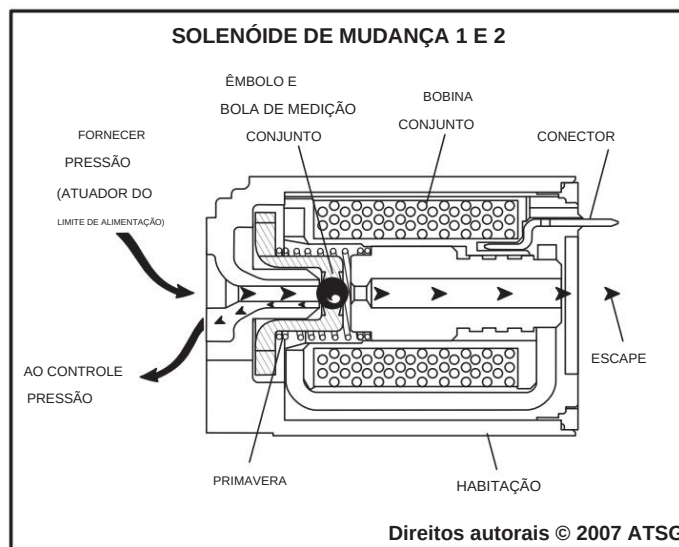

Figura 10
Quando o TCM fornece um caminho para o aterramento para o circuito elétrico energizar (LIGAR) o solenóide, a corrente flui através do conjunto da bobina no solenóide e cria um campo magnético. O campo magnético move o conjunto do êmbolo e da esfera dosadora para a direita, conforme mostrado na Figura 10, contra a sede do escapamento, bloqueando assim a passagem do escapamento e criando pressão de controle do solenóide.
Os solenóides de mudança são desenergizados (Desligados) quando o TCM abre o caminho para o aterramento do circuito elétrico do solenóide. Com o solenóide DESLIGADO, a força da mola do solenóide move o êmbolo e o conjunto da esfera dosadora para a esquerda, conforme mostrado na Figura 10, afastando-se da sede de exaustão e contra a sede de alimentação. Isso impede que o fluido limite de alimentação do atuador entre no solenóide e permite que qualquer pressão de controle existente do solenóide seja expelida através do solenóide.
O fluido limitador de alimentação do atuador alimenta o circuito de fluido do solenóide de mudança 1 para controlar a válvula de seleção da embreagem 2. Quando o solenóide 1 de mudança é energizado (LIGADO), o fluido limitador de alimentação do atuador pode passar através do solenóide, criando assim a pressão de controle do solenóide 1, conforme mostrado em Figura 10. A pressão de controle do solenóide 1 atua contra a força da mola da válvula seletora da embreagem 2, para mover a válvula para a posição de aplicação.
Quando o solenóide de mudança 1 é desenergizado (DESLIGADO), o fluido limitador de alimentação do atuador é impedido de alimentar o circuito do solenóide 1 e qualquer pressão de controle existente do solenóide 1 é expelida através do solenóide, conforme mostrado na Figura 10.
3. Quando o solenóide 1 de mudança é energizado (LIGADO), o fluido limitador de alimentação do atuador pode passar através do solenóide, criando assim a pressão de controle do solenóide 2, conforme mostrado em Figura 10. A pressão de controle do solenóide 2 atua contra a força da mola da válvula seletora da embreagem 3, para mover a válvula para a posição de aplicação.
Quando o solenóide de mudança 2 é desenergizado (DESLIGADO), o fluido limitador de alimentação do atuador é impedido de alimentar o circuito do solenóide 2 e qualquer pressão de controle existente do solenóide 2 é expelida através do solenóide, conforme mostrado na Figura 10.